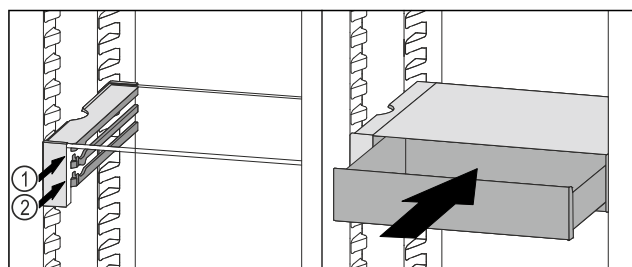

Fig. 101
- ▶ Założyć szufladę VarioSafe za stoperami na wybranych żebrach Fig. 101 (1) lub Fig. 101 (2).